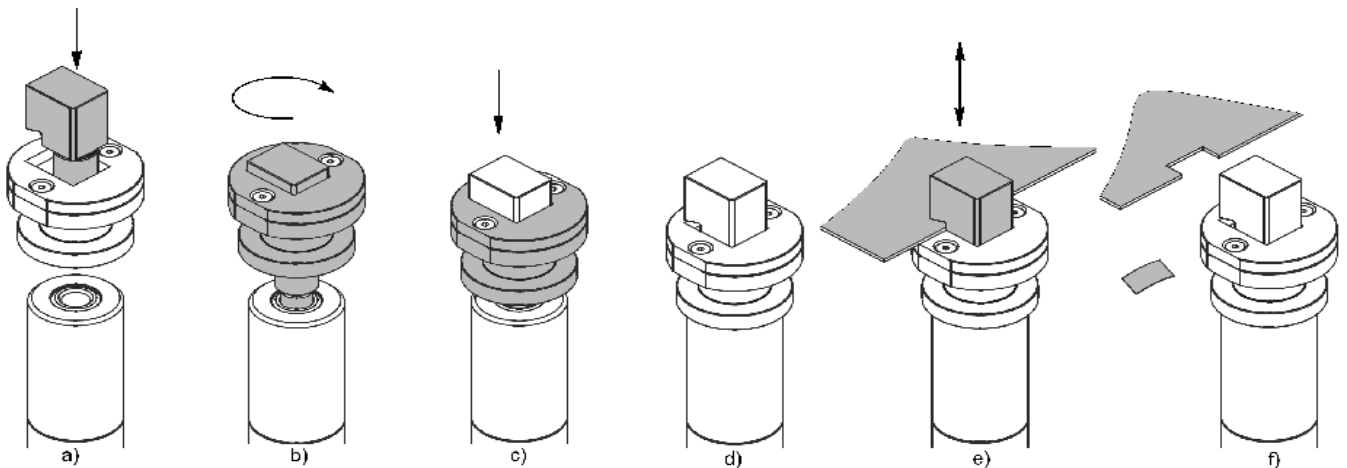

Рис. 1. Робота з вирізувачем WP.
1. Вставити пуансон вирізувача в отвір матриці (Рис. 1а, Рис. 1б).
2. Вкрутити різьбову частину пуансона в гніздо штоку головки так, щоб гвинт пуансона спирався на поверхню штоку (Рис. 1б, Рис. 1с).
3. Опустити матрицю, щоб вона спиралася на торець циліндра головки (Рис. 1с, Рис. 1д).
4. Після правильного монтажу зазор між матрицею та ріжучою кромкою пуансона становить  $2 \div 3$  мм, а матриця надійно спрямована на пуансоні (Рис. 1с).
5. Вставити лист під ріжучу кромку вирізувача (Рис. 1е).